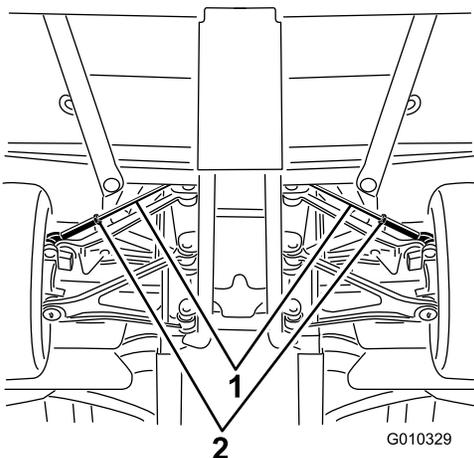

Рисунок 56
- A. Ослабьте контргайку в середине тяги (Рисунок 56).